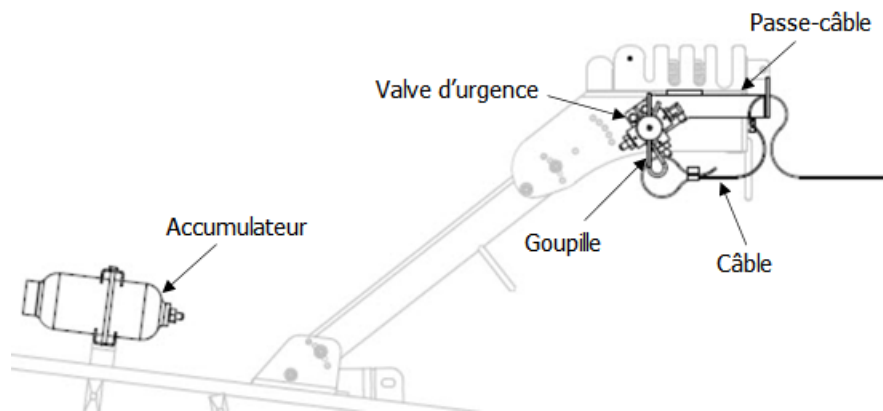
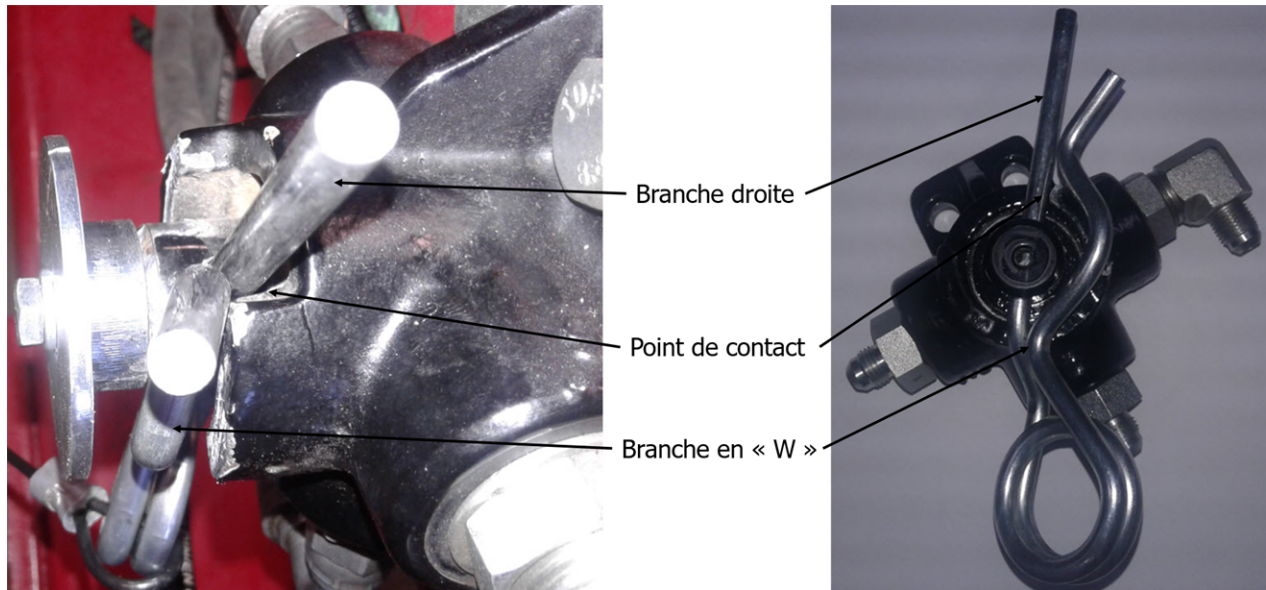

Figure 12 — Freins hydrauliques
Figure 13 — Gouille et valve d'urgence des freins hydrauliques
Un mode d'urgence permet d'immobiliser automatiquement la remorque si elle se détache accidentellement du tracteur. Pour ce faire, la valve d'urgence déclenche le freinage à travers l'accumulateur (voir la Figure 12).
- La goupille de la valve doit être insérée du bas vers le haut (voir la Figure 13).
2. Assurez-vous que l'huile hydraulique peut circuler entre le tracteur et les freins. Pour cela, vérifiez que la branche droite de la goupille est à la verticale et qu'elle est en contact avec la valve d'urgence (voir la Figure 12 et la Figure 13).